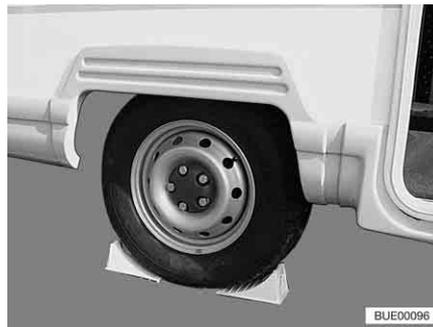

Fig. 276 Asegurar el vehículo
- Colocar las cuñas de calzo u objetos similares adecuados debajo de la rueda opuesta para asegurar el vehículo (Fig. 276).